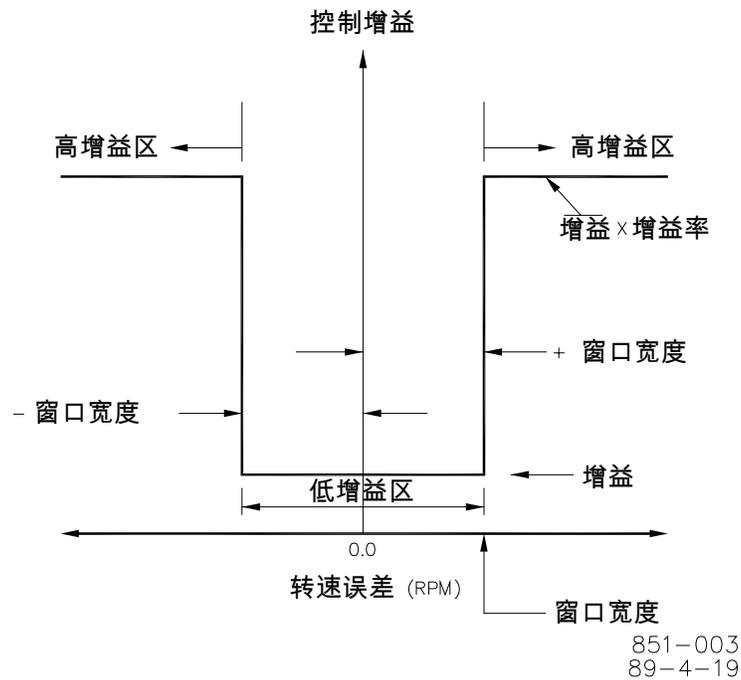

图 3-2 转速偏差增益
的增益同时减小稳态执行器连杆动作。（见图 3-2）
5. **窗口宽度**的量级（rpm）是自动控制开关对于转速误差做出响应的快慢。控制器通过转速误差的绝对值实施控制。窗口宽度太窄会导致振荡，这也是增益率的要素。（见图 3-2）